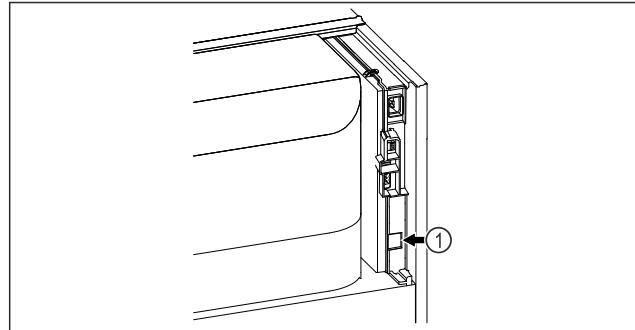

Fig. 77
- Το SmartModule Fig. 77 (1) είναι τοποθετημένο.